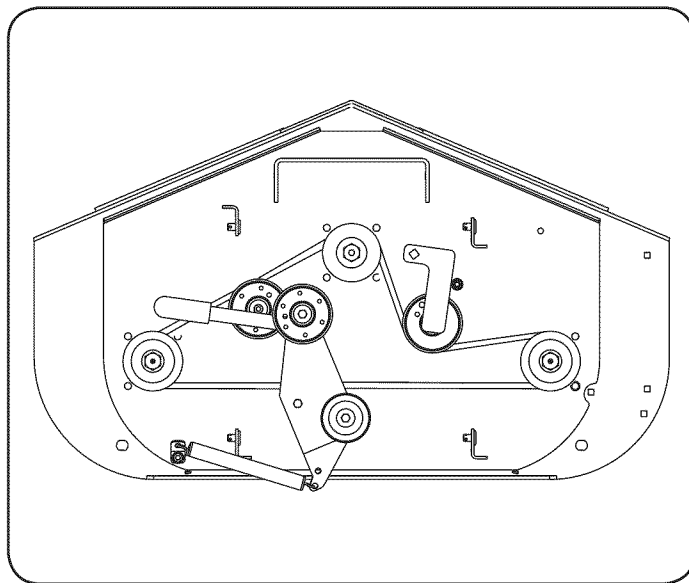

Figura 39
5. Para instalar la correa realice el proceso en orden inverso. Vea la Figura 39 para la instalación adecuada de la correa.